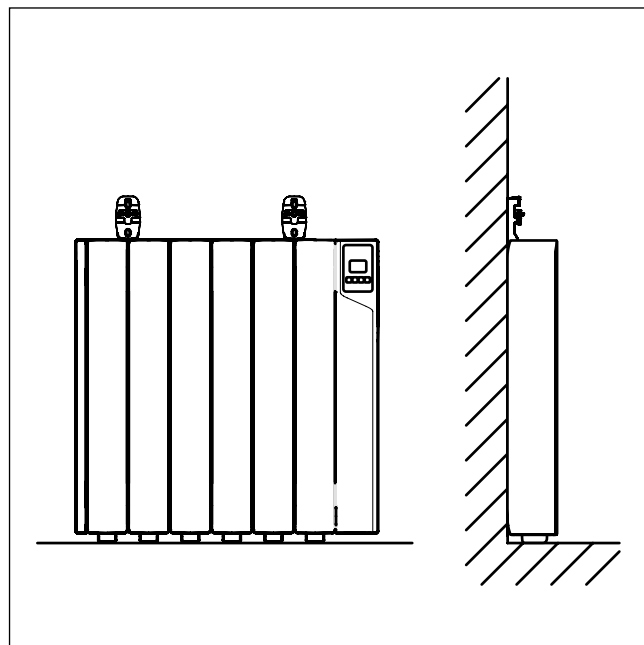

Figura 1
- Colocar el emisor en el suelo, contra la pared como indica la Figura 1, situar los soportes sobre la batería (en modelos de 4, 6, 7 y 8 elementos entre el primer y segundo elemento (ver Fig.1) y en modelos de 10, 12 y 13 elementos entre el segundo y el tercer elemento por ambos lados).